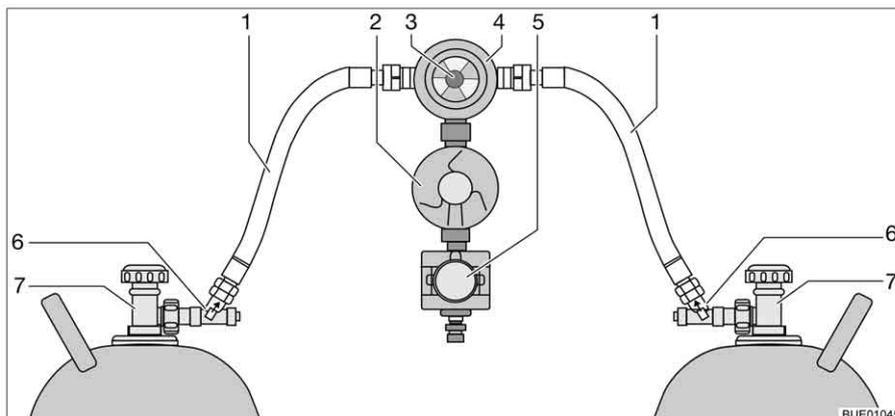

Fig. 112 Impianto di commutazione Crash Protection Unit
La Crash Protection Unit consiste di due limitatori di flusso con sblocco manuale (Fig. 112,6), di una valvola di commutazione (Fig. 112,4) con regolatore di pressione (Fig. 112,2), di una elettrovalvola (Fig. 112,5) e di una centralina di controllo con LED a tre colori. La valvola di commutazione viene montata tra i due tubi del gas (Fig. 112,1).
Con la manopola (Fig. 112,3) sulla valvola di commutazione è possibile stabilire, quale delle bombole del gas viene utilizzata come bombola in uso e quale bombola del gas viene utilizzata come bombola di riserva.
Sulla centralina di controllo (Fig. 113) possono venire azionate solo le funzioni elettriche. Le valvole principali di arresto delle bombole del gas (Fig. 112,7) e gli sblocchi (Fig. 112,6) devono essere aperti a mano.
- Aprire le valvole principali di arresto delle bombole del gas (Fig. 112,7).
- Premere gli sblocchi (Fig. 112,6) uno dopo l'altro per 10 secondi.
- Con la manopola (Fig. 112,3) sulla valvola di commutazione (Fig. 112,4) selezionare la bombola del gas, da cui proviene la principale alimentazione del gas (bombola in uso).
- Chiudere le valvole principali di arresto delle bombole del gas (Fig. 112,7).